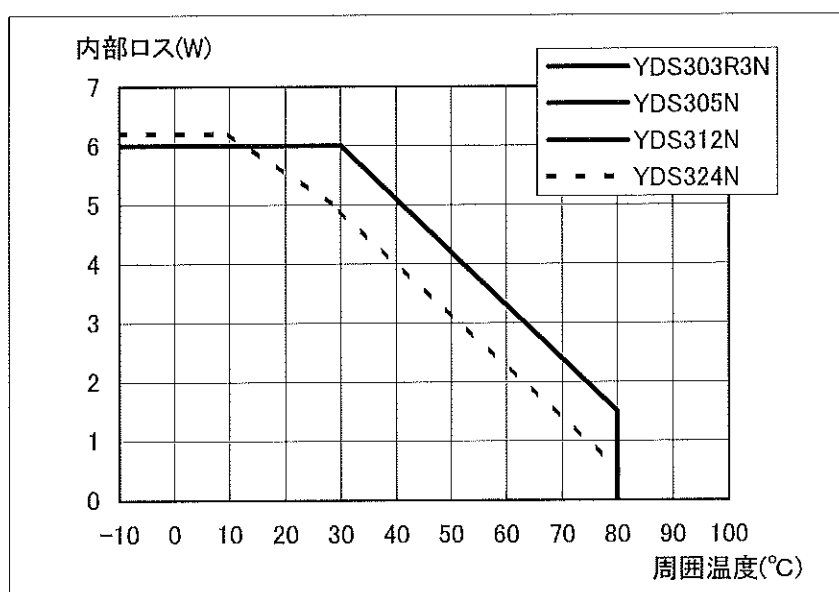

図7. 減定格曲線
d). 図7「減定格曲線」から、求められた内部ロスにおける最高周囲温度が決定されます。
- 図7の「減定格曲線」から、算出した内部ロスにおける本製品の最高周囲温度が決定されます。